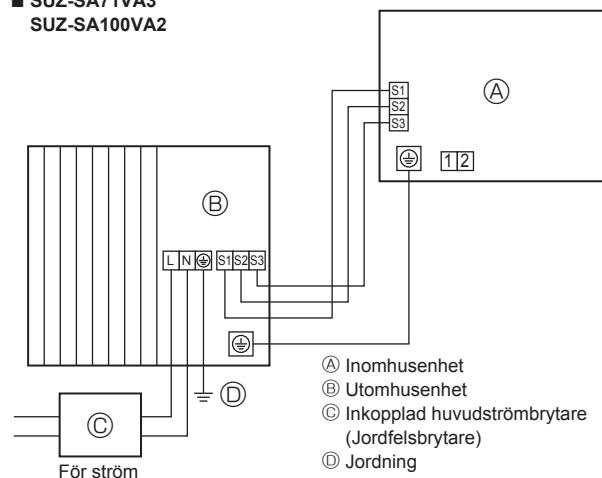
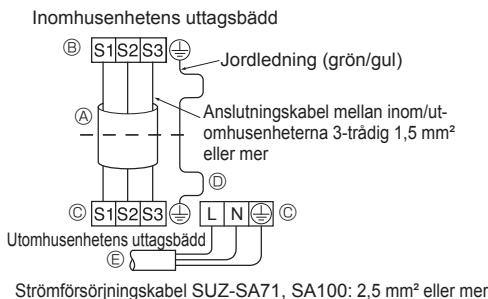
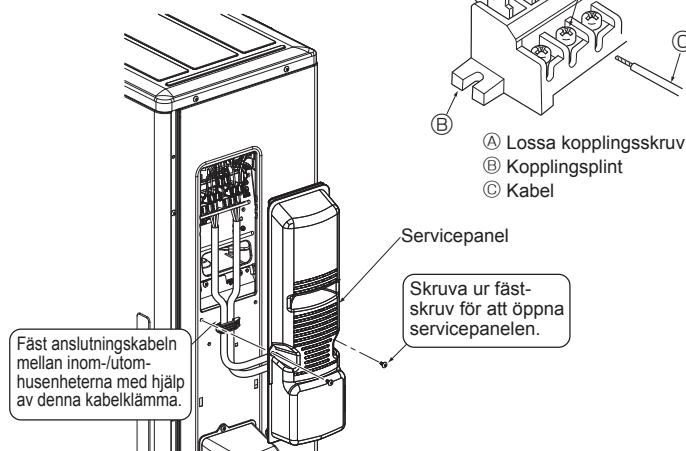

Fig. 5-1
Fig. 5-2
Fig. 5-3
5.1. Utomhusenhet (Fig. 5-1, Fig. 5-2, Fig. 5-3, Fig. 5-4)
- ① Ta bort servicepanelen.
- ② Anslut kablarna med hänvisning till Fig. 5-1, Fig. 5-2, Fig. 5-3 och Fig. 5-4.
- Utför ledningsdragningen enligt diagrammet till vänster. (Köp in kabeln lokalt) (Fig. 5-2)
- Var försiktig så att du inte ansluter kablarna fel. (Fig. 5-3)